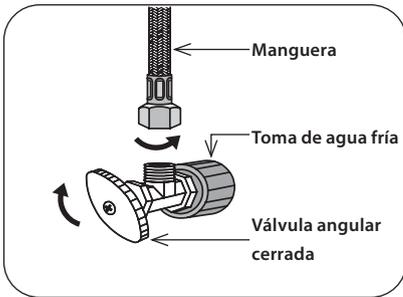

Fig. 11
2. Separar la manguera de la salida de la válvula angular. (Ver Fig. 11).